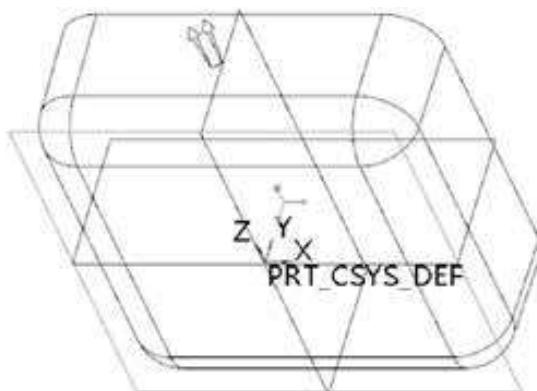

图1-20 侧面朝上
Step 04 单击“预览”按钮，产品的侧面为双箭头方向（即拖拉方向），如图1-20所示。